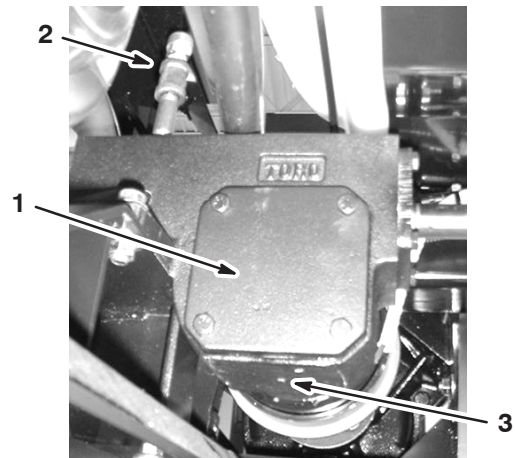

Bild 46
3. Entfernen Sie die Füll- und Ablassschraube (Bild 46) und lassen Sie das Öl in das Auffanggefäß abfließen.